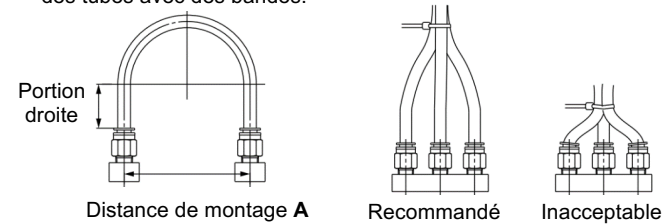

Figure 1.
- Lorsque vous connectez des tubes à l'aide de raccords instantanés, prévoyez une longueur de tube supplémentaire, comme indiqué à la Fig. 1.